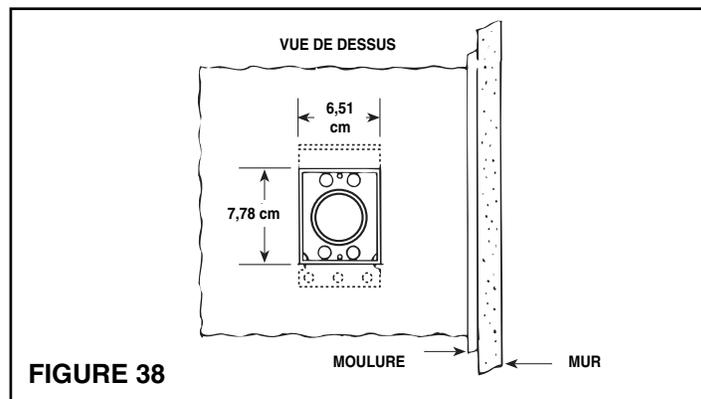
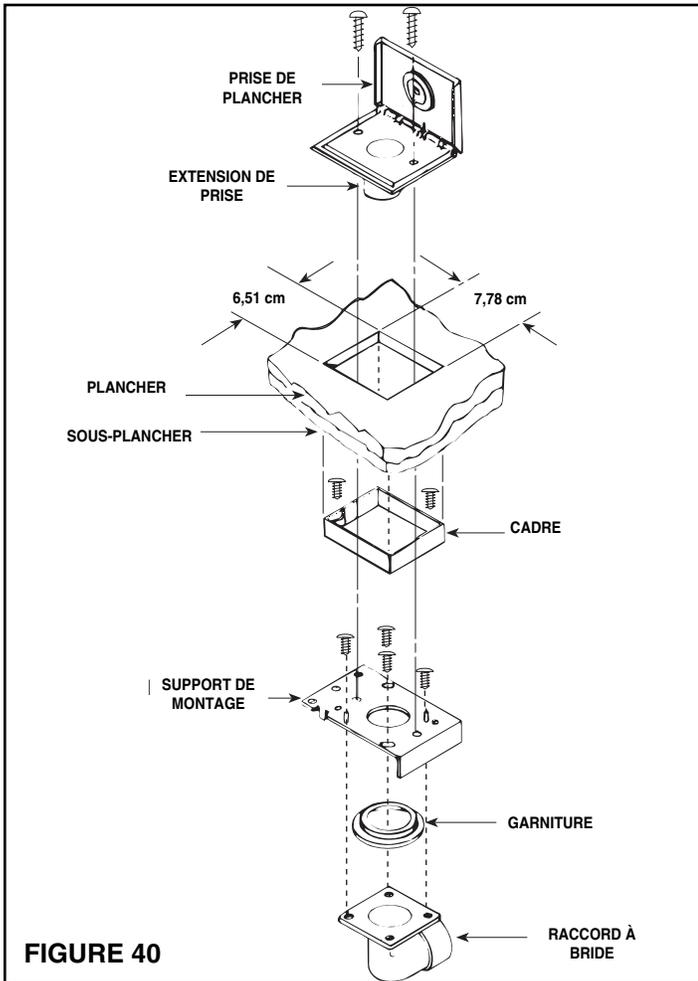

FIGURE 38
FIGURE 40
6. Voyez la Figure 38. Alignez les orifices de montage de la prise avec les trous de la plaque de montage, placez la prise dans la plaque de montage, et fixez-la avec les vis fournies. **NOTA:** Si un coude de rayon court 382-S est utilisé, il peut être nécessaire d'utiliser des vis de montage courtes pour qu'elle ne rentre pas en contact avec le coude.
1. Voyez les figures 38 et 39. Après avoir déterminé l'emplacement de la prise au sol, découpez un orifice rectangulaire de 7,78 cm X 6,51 cm. Le point central de la prise doit être situé à au moins 6,35 cm du mur pour permettre l'ouverture du couvercle au moment de l'insertion du boyau.
2. Déterminez la direction de la tuyauterie et attachez le raccord à bride approprié au support de montage avec les quatre (4) vis fournies. **Assurez-vous que la bride du support de montage ne rentre pas en contact avec la tuyauterie et que la soudure est bien en place.**
3. Voyez la figure 40. Positionnez le support avec le cadre et le raccord à bride dans la découpe d'en dessous et fixez-le au sous-plancher.
7. Voyez la figure 40. Fixez la prise de sol en place avec deux vis.